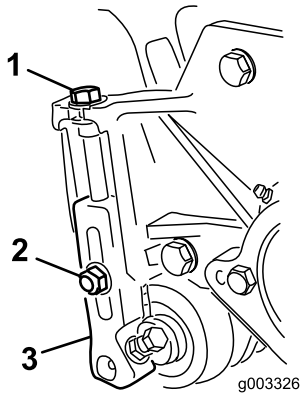

图 8
3. 松开将剪草高度支架固定到滚刀组侧板上的锁紧螺母 图 8。